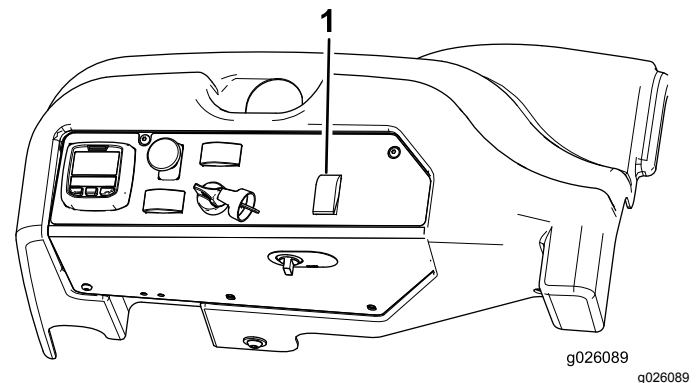

Figure 58
1. Poussez le sélecteur de direction à la position arrière (quatre roues motrices) (Figure 58).